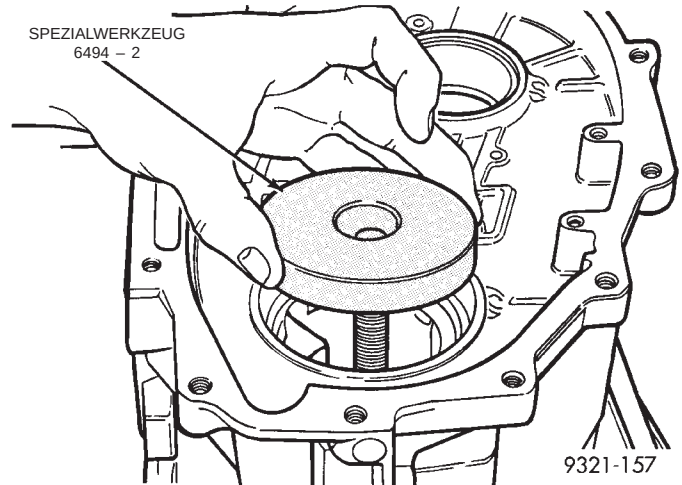

Abb. 304 Zentrierscheibe Spezialwerkzeug 6494-2 auflegen
(5) Zentrierscheibe (Spezialwerkzeug 6494-2) über die Gewindestange/Meßscheibe legen (Abb. 304).